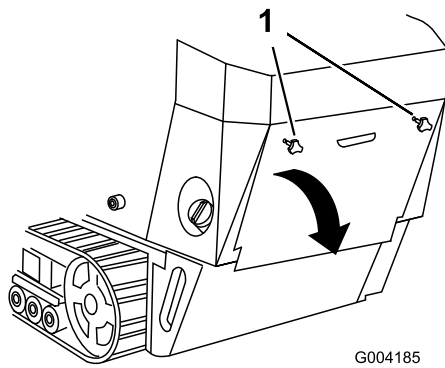

Figure 22
1. Dévissez les 2 boutons de fixation du couvercle d'accès arrière à la machine (Figure 22).
2. Basculez le couvercle d'accès arrière vers le bas et déposez-le pour accéder aux composants internes (Figure 22).